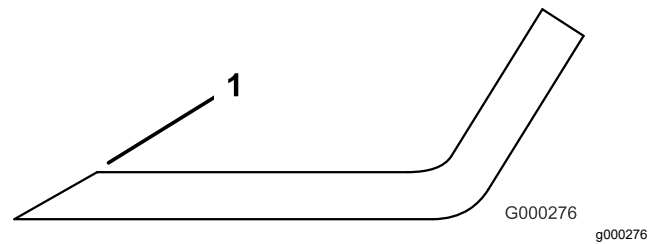

图 27
4. 检查所有刀片的刀刃如果已经变钝或出现裂口应打磨刀刃图 27。
注意 仅打磨刀刃的边缘并保持最初的切割角度以保证锋利度图 27。如果从两片刀刃上磨掉相同量的金属刀片会保持平衡。